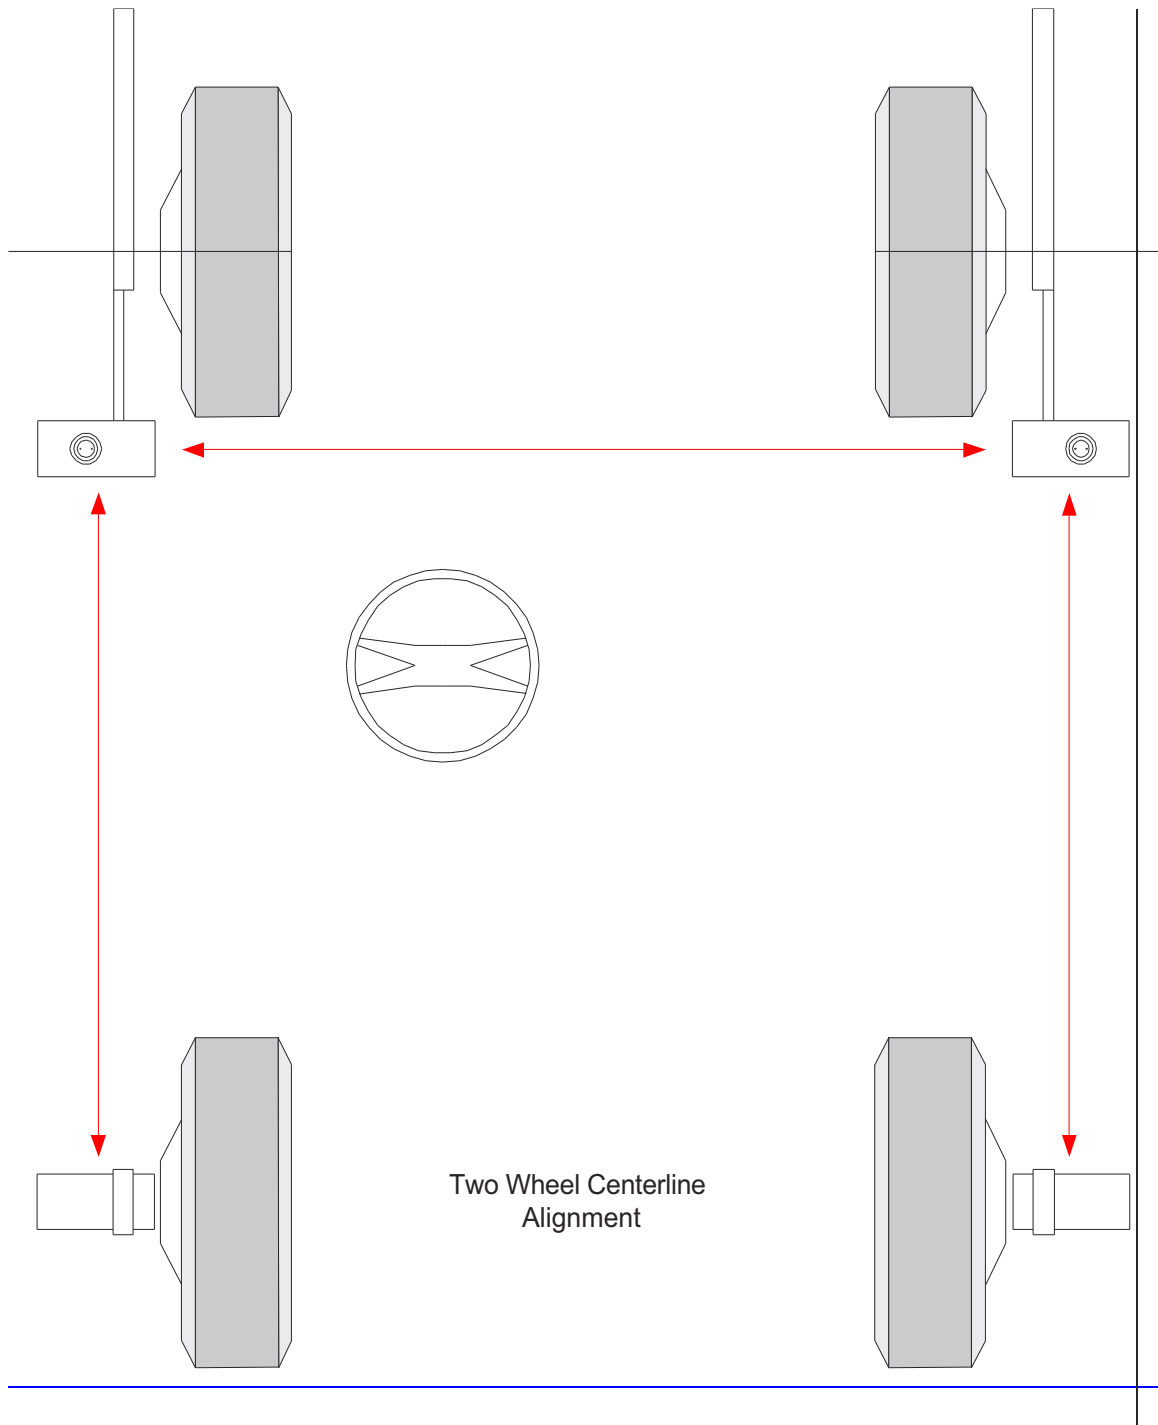

FIGURA 22
- d. Después de hacer los ajustes al terminal (es), es importante observar que el láser transversal siempre este reflejándose en el orificio del láser. (figura 22).